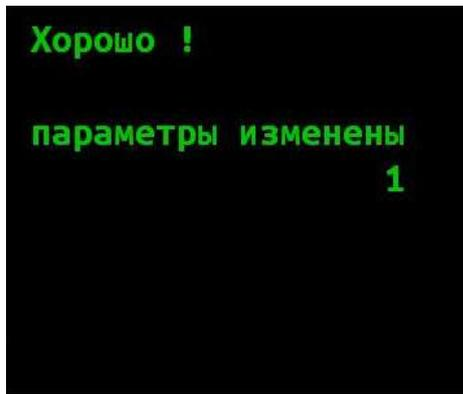

Рисунок 7 - Оповещение об изменении параметров
2.5.6 В случае если «Проверочный сетевой адрес» успешно установлен, на экране будет выведено сообщение: «Хорошо! Параметры изменены 1» (рисунок 7).